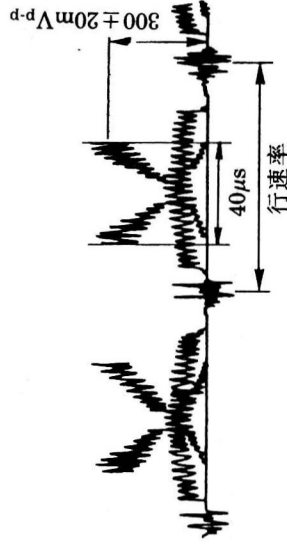

图 49
- 步骤: ① 拍摄灰度卡;
- ② 示波器连接 TP1 和 B302 脚 12(行速率);
- ③ 调节摄像部分,以获得 $40\mu\text{s}$,如图 49 所示;
- ④ 调节自动光圈控制(VR301),使信号电平为 $0.30\text{V} \pm 0.02\text{V}_{\text{p-p}}$ 。